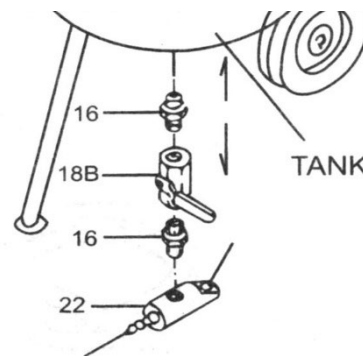
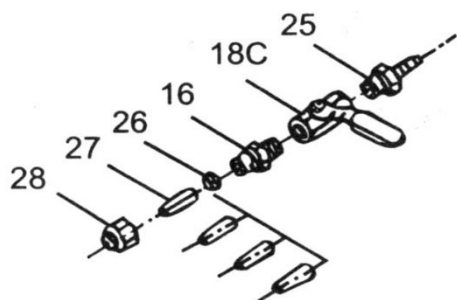

Fig. 4
Fig. 5
6. Se figur 6 for montering af bundventilen (fig. 4) og stopventilen (fig. 5). Placer de to slangeklemmer (23) rundt om slangen (24). Placer den ene ende af slangen på udløbsrøret (22) og den anden ende på niplen (25). Sørg for, at slangen er skubbet ordentlig ind på niplerne. Skru slangeklemmerne ordentlig fast – de skal kunne modstå et tryk på op til 8 bar.